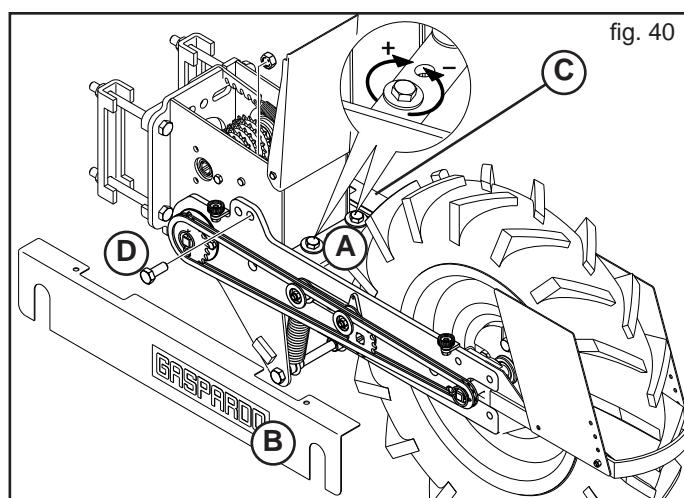

fig. 40
Impiegate principalmente con larghezze di lavoro medio-grandi e con letto di semina non perfettamente piano, permettono di mantenere costante l'aderenza delle ruote di trasmissione al suolo. Per mezzo delle viti (A, Fig. 40) modificare la pressione sulla ruota in base alle caratteristiche del terreno.
- 1) Smontare i carter (B e C, Fig. 40).
- 2) Togliere le viti di bloccaggio (D).
- 3) Rimontare i carter (B e C, Fig. 40).
- 4) Regolare la tensione della doppia molla per mezzo delle viti (A, Fig. 40) in base alle condizioni del terreno.